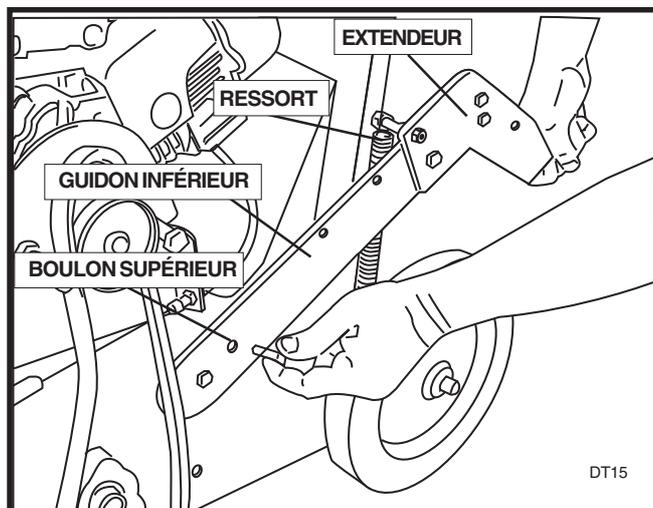

FIGURE 8
19. Retirez le boulon supérieur du guidon du bas et tournez le guidon vers le sol. À l'aide des fixations fournies, montez le ressort sur l'extendeur. Faites tourner le guidon pour le ramener sur sa position initiale en tirant le ressort; remontez le boulon de 0,95 cm (3/8") dans le guidon inférieur. Procédez de la même manière de l'autre côté. Voir la Figure 8.